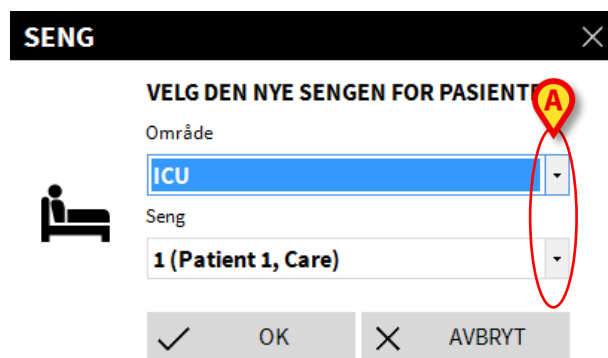

Fig. 113
Følgende vindu åpnes (Fig. 113).
- Bruk pilknappene (Fig. 113 **A**) for å velge sengen pasienten skal overflyttes til.